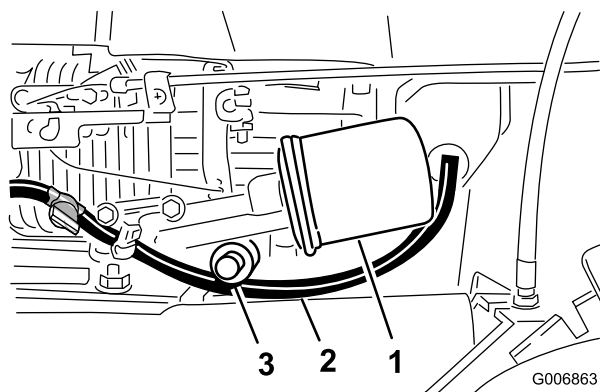

Figure 22
7. Ouvrez le robinet de vidange d'huile (Figure 22) et vidangez l'huile.
Remplacez le filtre à carburant (Figure 22) toutes les 100 heures de fonctionnement ou une fois par an, la première échéance prévalant.